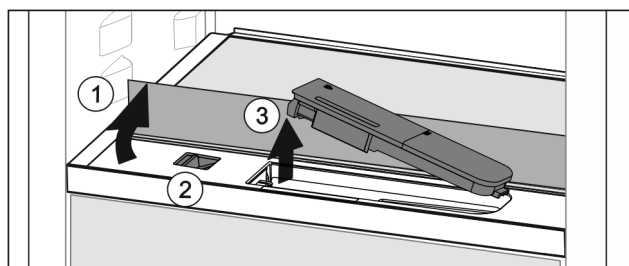

Fig. 42
- ▶ Sollevare il ripiano di vetro e ribaltarlo all'indietro fino all'arresto Fig. 42 (1).
- ▶ Spostare il cursore Fig. 42 (2) a sinistra.
- ▶ Rimuovere il serbatoio dell'acqua Fig. 42 (3).